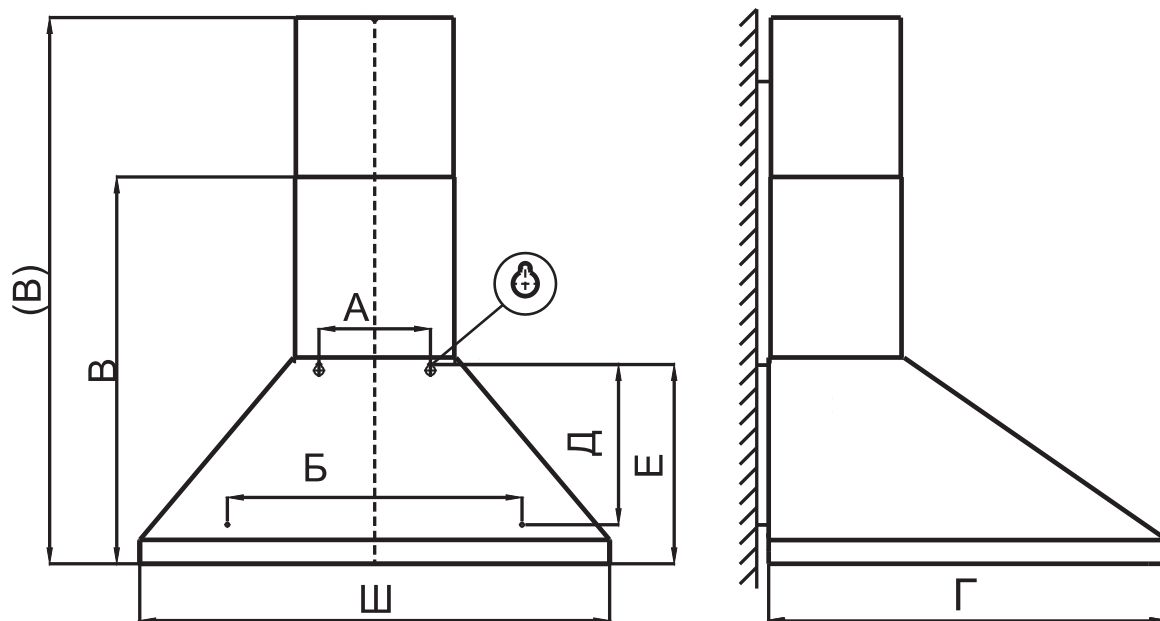

РИС. 3
(В) - высота зонта с максимально выдвинутой верхней фальштрубой (рис.3).
6.1 Крепление вытяжного зонта (рис.3):